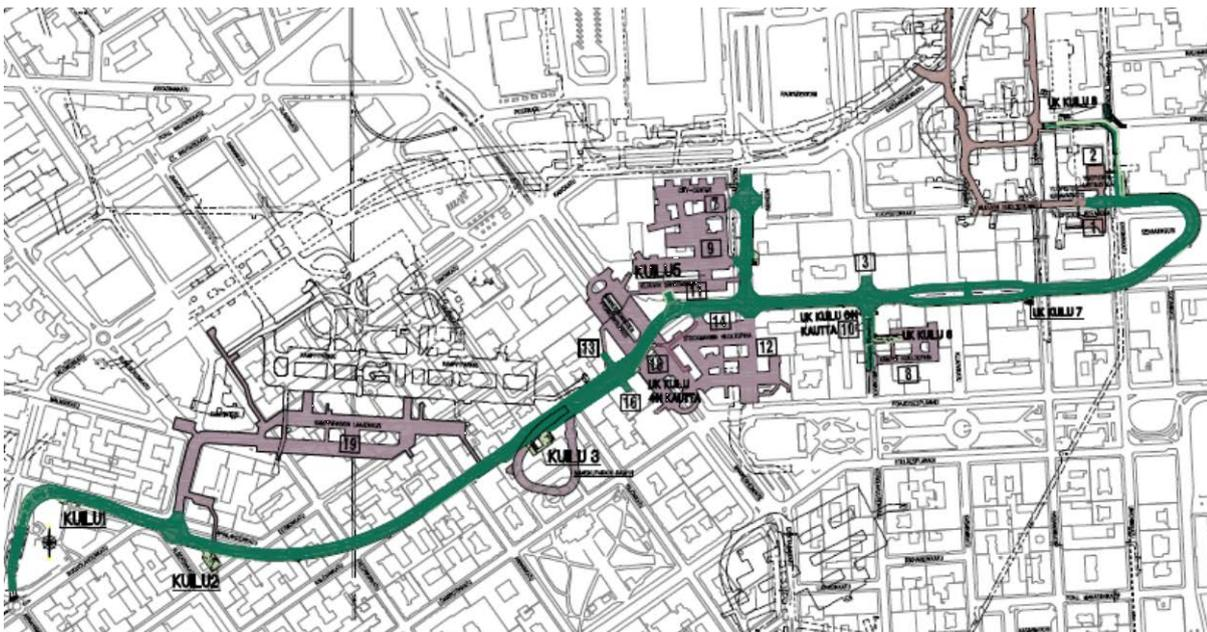

Figura 1 – Túnel de Servicio en Helsinki
Esta red subterránea está situada en el centro de Helsinki, capital de Finlandia, de 610.000 habitantes y 1,2 millones en el entorno urbano (**Figura 1**)
El túnel KEHU está excavado en roca y dispone de dos bocas, una en el lado oeste que permite el acceso a todo tipo de vehículos ligeros y otra en el este reservada a vehículos de transporte de suministros. El túnel se construyó en dos fases, la primera en los años 80 (en color gris a la derecha de la **Figura 1**) y la segunda entre 2006 y 2010. Además la red está concebida para que pueda ser ampliada fácilmente en un futuro si fuera necesario.
- Longitud: 2.200 m. Esta es la longitud del túnel principal y los ramales en color verde según se muestran en la **Figura 1**;